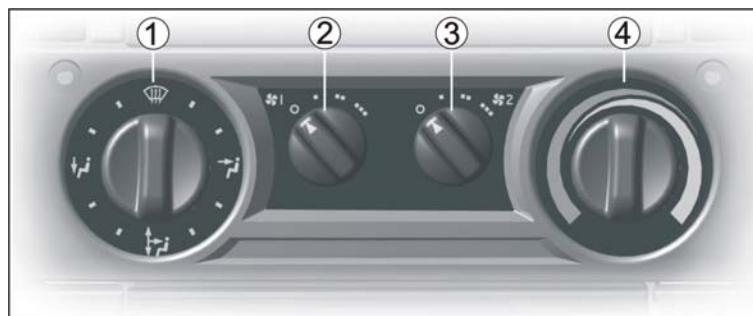

Рис. 8.2. Панель управления отоплением и вентиляцией:
– установить регулятор распределения воздуха 1 (рис. 8.2) в положение поступления воздуха к ветровому и боковым стеклам;
– установить регулятор 4 (рис. 8.2) в крайнее левое положение (широкая часть синего символа);
Автоматическая работа догревателя происходит при работающем двигателе, включенной кнопке работы догревателя, включении отопления (регулятор 4 – см. рис. 8.2) и включении вентилятора отопителя (регулятор 2 – см. рис. 8.2).